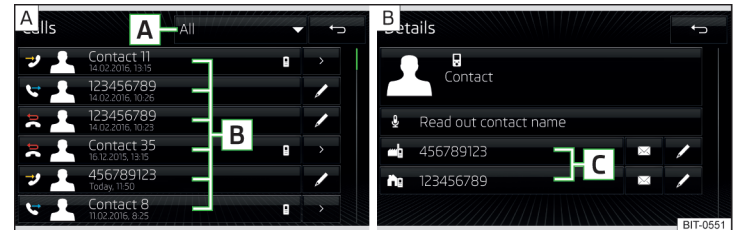
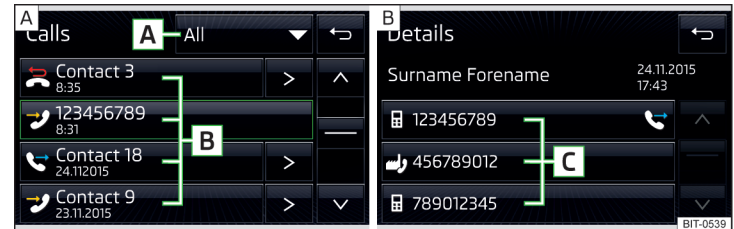

Abb. 210 Infotainment Columbus, Amundsen, Bolero: Anrufliste / Kontaktdetail
Abb. 211 Infotainment Swing: Anrufliste / Kontaktdetail
- › Im Hauptmenü *Telefon* die Funktionsfläche antippen, es wird eine Anrufliste angezeigt » Abb. 210 bzw. » Abb. 211 - **A**.